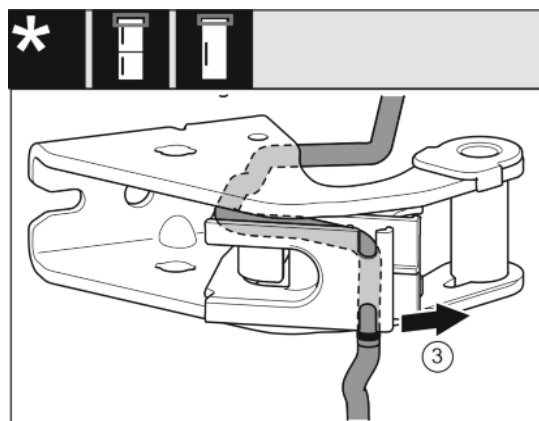

Fig. 22
- ▶ Desfaceți cablul din ghidaj. *Fig. 22 (3)*